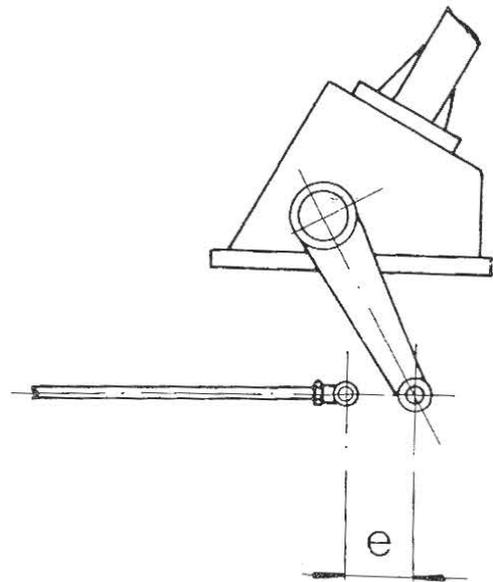

FIG. 70 – Position du levier de direction avec volant complètement à droite
- faire tourner le volant de conduite vers la droite en plaçant le levier de direction tout à fait à l'arrière (Fig. 70).
- mesurer la distance (e) avec un pied à coulisse (Fig. 70)